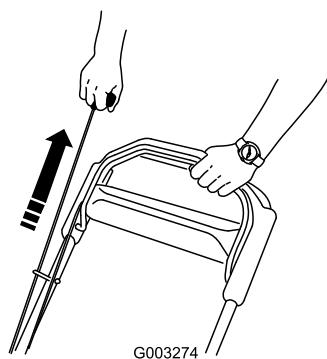
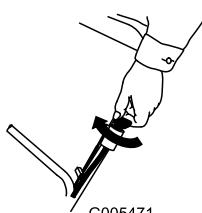

Figure 17
Figure 16
2. Tournez la clé de contact (Figure 16) (modèles à démarrage électrique uniquement) ou tirez la poignée du lanceur (Figure 17).